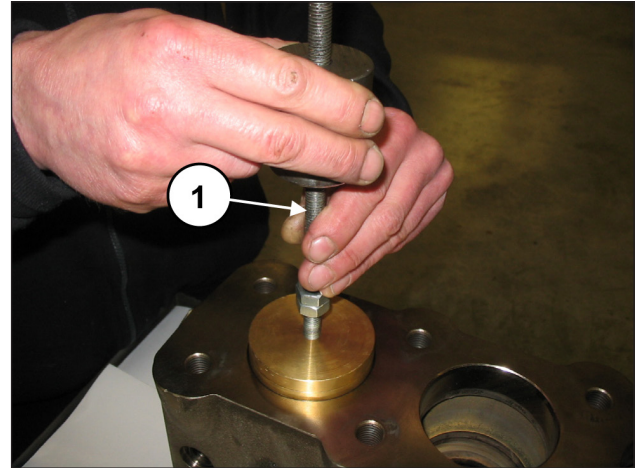

Abb. 108
Entfernen Sie die Ventilkappe mithilfe eines Abziehers mit Schlagwerk an der Bohrung M10 der Ventilkappe (Pos. ①, Abb. 108).